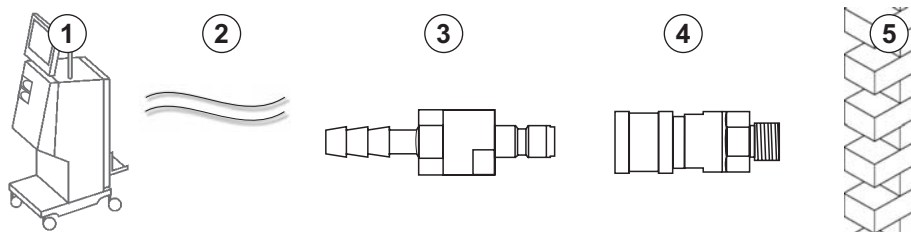

Рис. 4-6 Муфты Aquaboss для выхода диализата
- 1 закрывающий ниппель с внешней резьбой (Рис. 4-6, ③), материал 1.4571 EPDM
- 1 муфта с внутренней резьбой (④), внутренний диаметр гибкой трубки 9 мм, материал 1.4571 EPDM
1. Подсоедините трубку ② к аппарату и закрепите ее с помощью зажима магистрали или одинарного ушного хомута.
2. Соедините закрывающий ниппель с внешней резьбой ③ с трубкой и закрепите зажимом магистрали или одинарным ушным хомутом.
3. Соедините закрывающий ниппель с внешней резьбой ③ с муфтой с внутренней резьбой ④, которая закреплена на стене.